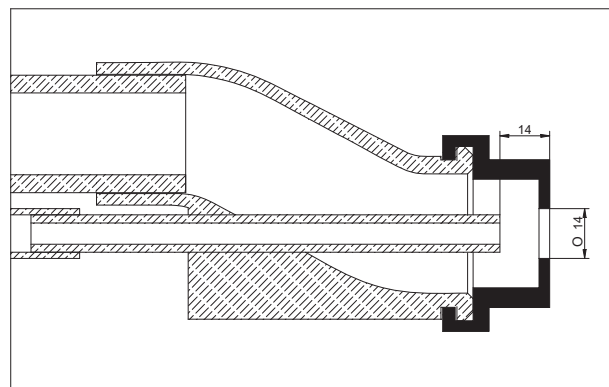

FIG. 12
Es muy importante regular la distancia de la boquilla (ref. 9c) desde la salida para que sea igual al diámetro del deflector (fig. 12).